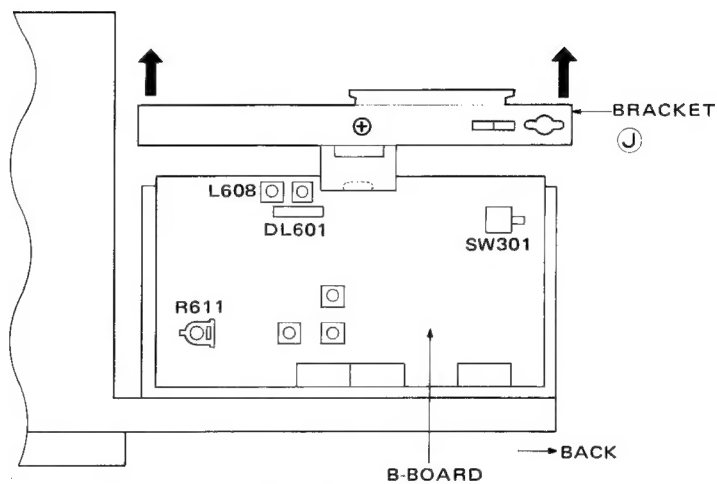

Fig. 11 Abb. 11
2. Pick the A-board and B-board up as in fig. 11.
2. A-und B-Platte wie in Abb. 11 herausnehmen.